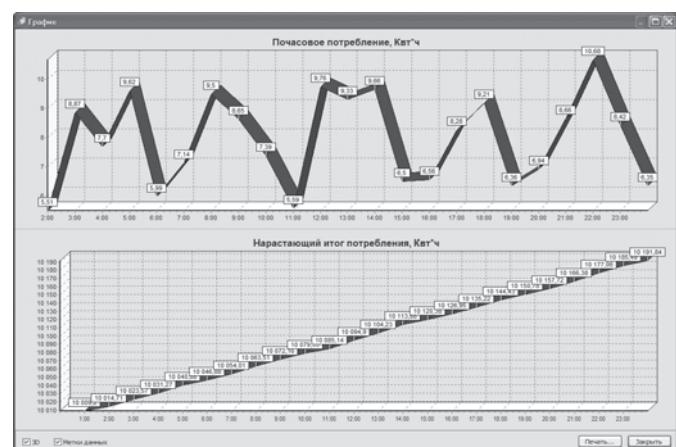

Рис.2. График потребляемой энергии, построенный в ПО «КУБ-FTTx» на основе данных от КУБ-Микро
- встроенную подсистему «Ресурсоучёт» для сбора и обработки показаний с электросчётов на объектах (рис. 2),